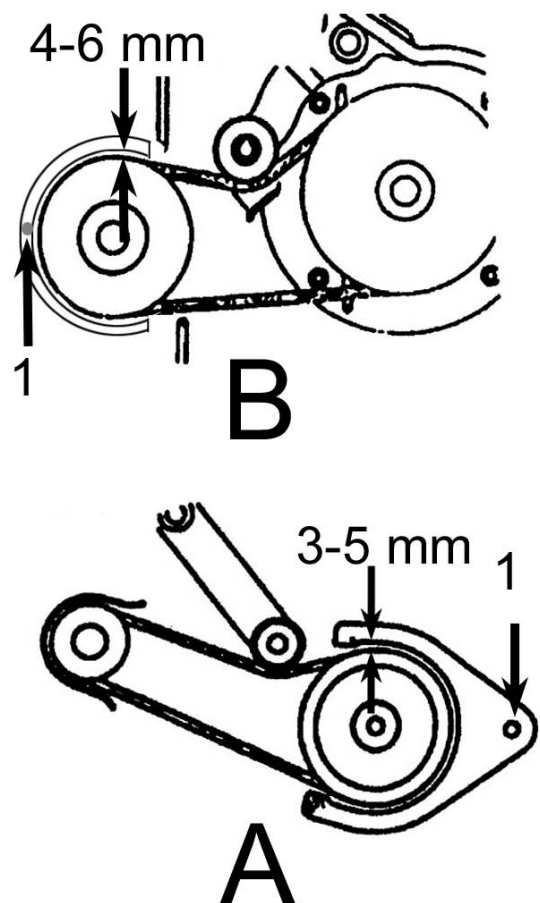

Figure 16
- Déposez les carters protégeant les courroies, mettez la nouvelle courroie dans les gorges des poulies. Vérifiez l'espacement entre le dessus de la courroie et le porte courroie lorsque vous appuyez sur les leviers d'embrayage de transmission de lame et d'avancement. Cette distance doit être comprise entre 3-5 mm pour la patte du porte courroie de la poulie motrice de transmission (figure 16, repère A) et 4-6 mm la patte du porte courroie de la poulie motrice de lame (figure 16, repère B)
- Si la distance est incorrecte, dévissez de quelques tours les vis 1 (figure 16) et bougez les portes courroie afin de respecter les distances. Revissez les vis une fois le réglage effectué.